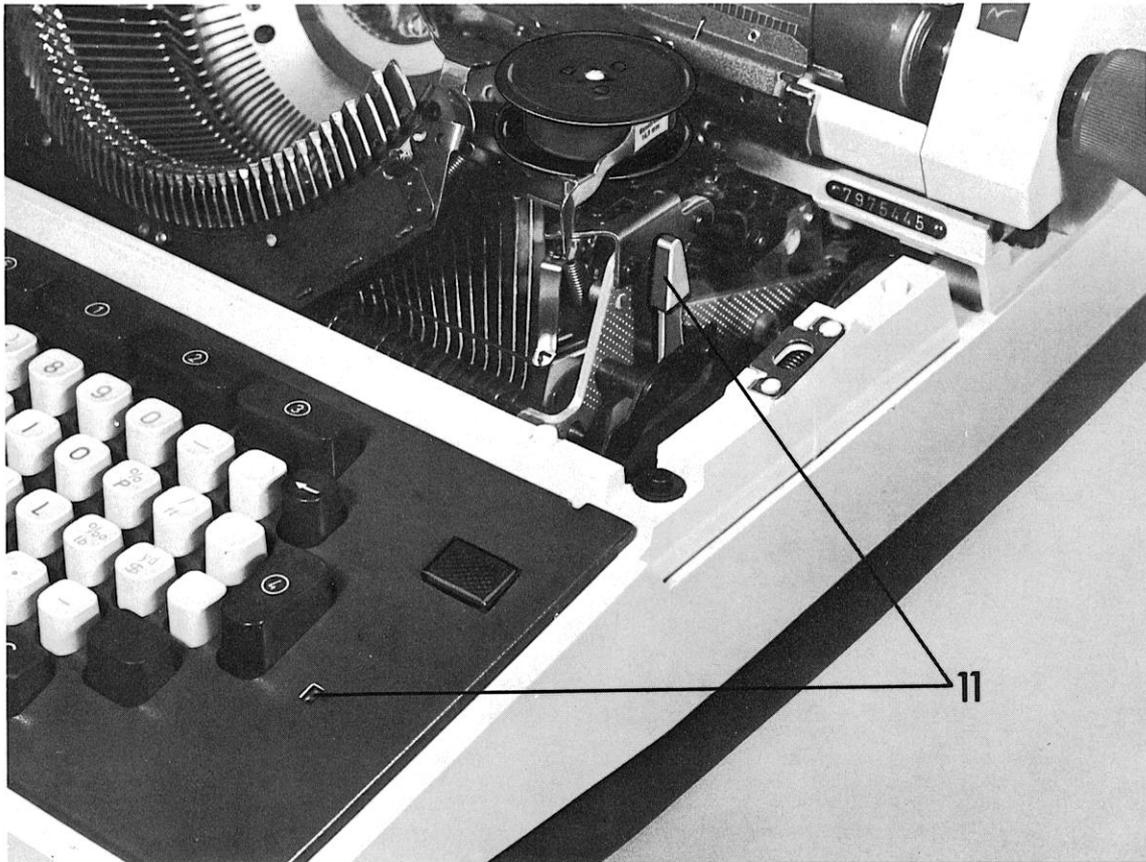

Abb. 7
2.4.2 Mit dem **Anschlagregler (11)**, Abb. 7, wird die Stärke des Typenanschlags reguliert. Die drei an der Skala markierten Einstellmöglichkeiten bedeuten: